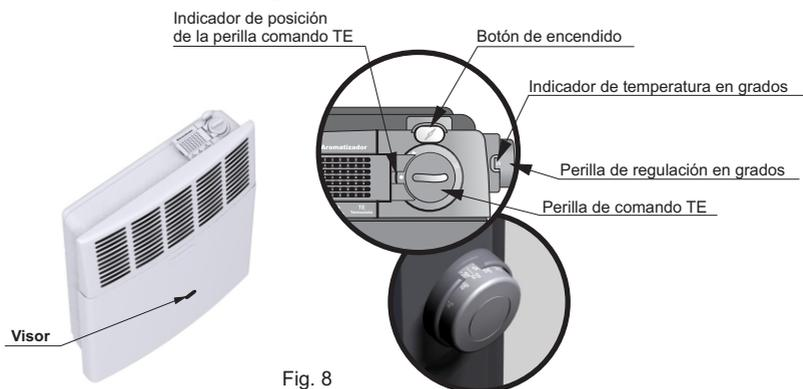

Fig. 8
Con la **Perilla de Comando TE** ( fig. 8), ubicada en la parte superior derecha del calefactor, se realizan las operaciones básicas para el manejo del calefactor, por ejemplo, para el **Apagado Total**, para el **Encendido del Piloto** y para poner en **Termostato (TE)**.
Con la **Perilla de Regulación en Grados** (fig. 8), ubicada en el lateral derecho del calefactor, se elige la temperatura deseada para el ambiente.
- Presione a fondo la **Perilla de Comando TE** ( Fig. 8) en la posición ●(Cerrado) y gírela hasta que el símbolo ★(Piloto) quede alineado con el indicador de posición (Fig. 8).
- Presione a fondo la **Perilla de Comando TE** y, manteniéndola oprimida, pulse el **Botón del Encendido** (Fig. 8).
- Observe por el **Visor** (Fig. 8) del gabinete para verificar si el piloto ha encendido. Si no lo ha hecho, repita esta operación hasta lograrlo.
Para colocar la **Perilla de Regulación en Grados** (Fig. 8) en la temperatura elegida, es conveniente, primero girarla hasta la posición de temperatura máxima (32 °C) y, a continuación, retroceder hasta la posición de la temperatura deseada.